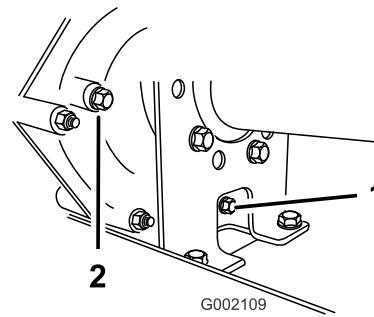
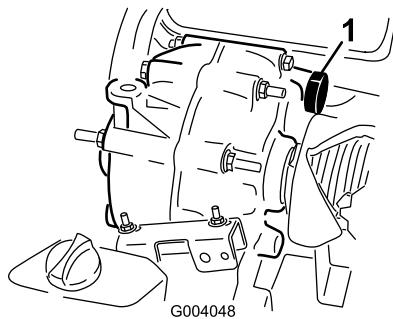

Figura 47
Figura 48
2. Pulite la superficie attorno al tappo di riempimento e di spurgo con un panno (Figura 47).
4. Estraete il tappo di riempimento facendolo girare in senso antiorario (Figura 47).
5. Estraete il tappo di spurgo facendolo girare in senso antiorario (Figura 47).
6. Installate e serrate il tappo di spurgo e la guarnizione del foro del tappo di spurgo della trasmissione (Figura 47).
7. Riempite il serbatoio (Figura 48) attraverso il foro del tappo di riempimento con circa 1,4 litri dell'olio specificato o finché il livello dell'olio della trasmissione non raggiunge la parte inferiore della filettatura. (Figura 47).
8. Installate e serrate il tappo di riempimento e la guarnizione del foro del tappo di riempimento della trasmissione (Figura 47).
10. Controllate il livello dell'olio e aggiungetelo se risulta inferiore alla del foro del tappo di riempimento (Figura 47).